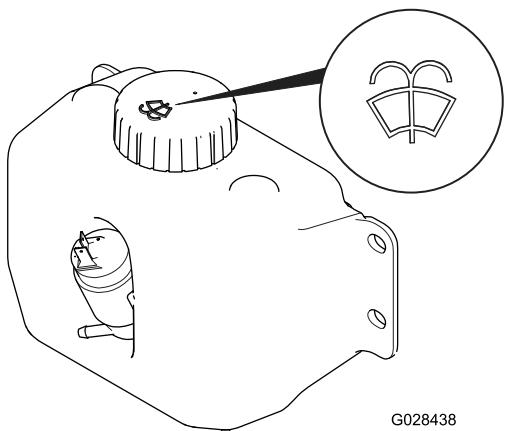

Figura 51
3. Localice el depósito de líquido del lavaparabrisas (Figura 51).